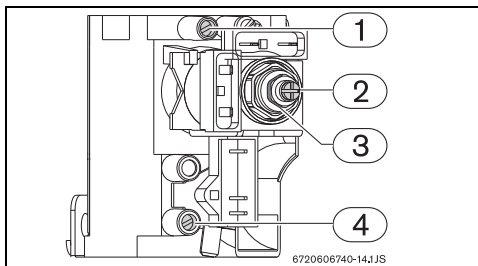

Fig. 17 Puntos de medición de presión
- ▶ Aflojar el tornillo obturador (Fig. 17).
- ▶ Utilizando la tuerca de ajuste (Fig. 17, [3]) regule la presión hasta alcanzar los valores indicados en la tabla 1.1.
- ▶ Utilizando la tuerca de ajuste (Fig. 17, [2]) regule la presión hasta alcanzar los valores indicados en la tabla 11.